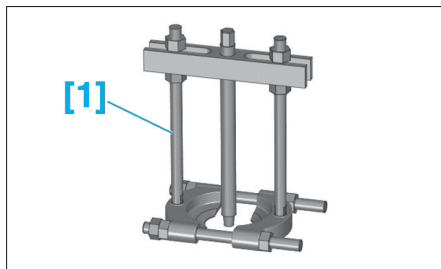

Fig. 22
- [1]. Extracteur (réf : FACOM U.53J1) (Fig.22).